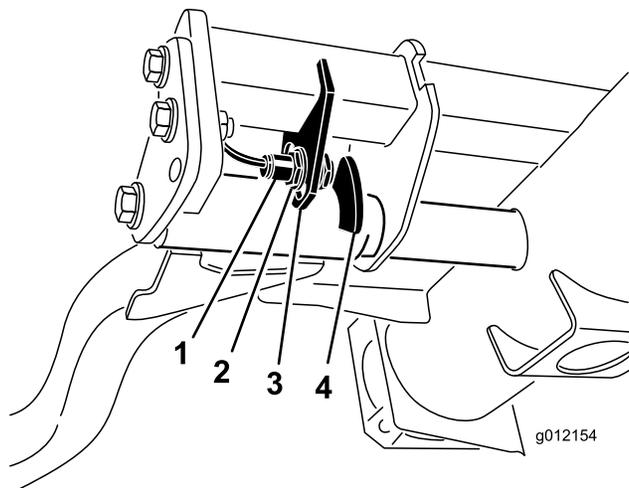

Рисунок 35
2. Переключатель подъемного рычага расположен под гидравлическим баком позади переднего правого подъемного рычага (Рисунок 35).
увеличить высоту поворота подъемного рычага, или переместите переключатель вверх, чтобы уменьшить высоту поворота подъемного рычага (Рисунок 35).